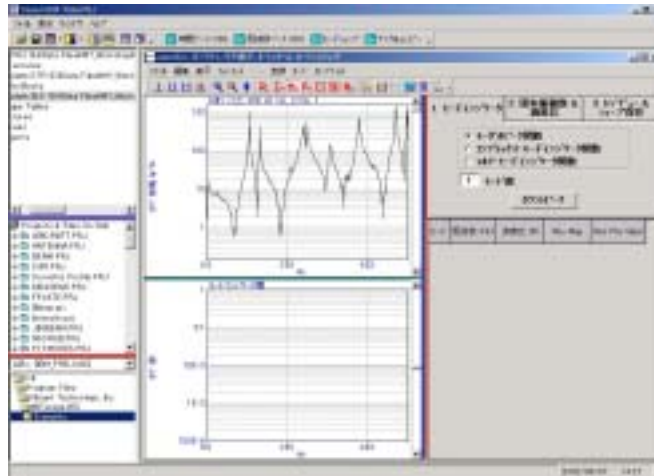

図 13 モーダルパラメータウィンドウ
1. データブロックウィンドウの【モード | モーダルパラメータ】を実行して下さい。図 13 のようにタグ表示でカーブフィットのためのコマンドが表示されます。